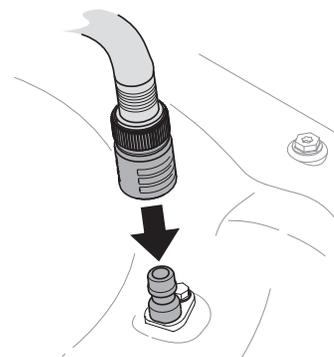

Figure 4-2
3. Fixez le boyau d'arrosage à l'embout du gicleur situé sur le plateau de coupe. Voir Figure 4-2.